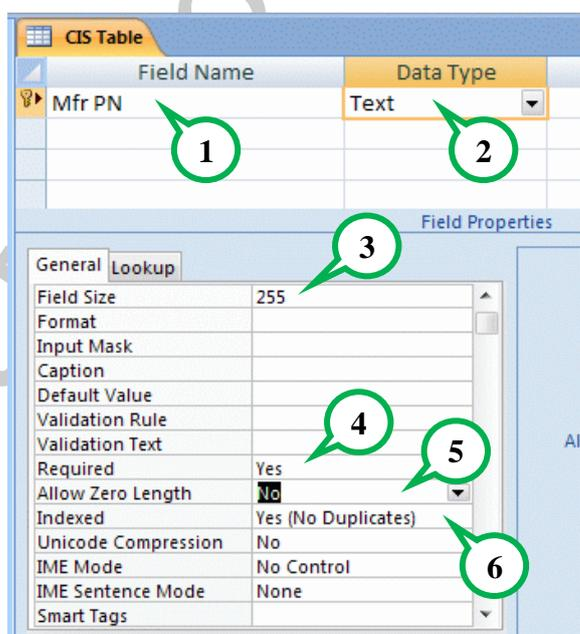

рис. 11-10
Итак, первый столбец нашей таблицы будет называться **Mfr PN** – серийный номер компонента, присвоенный ему производителем (рис. 11-10, ①).